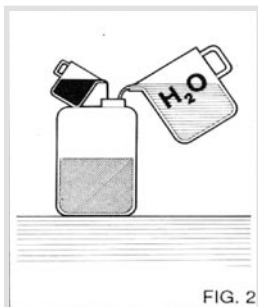
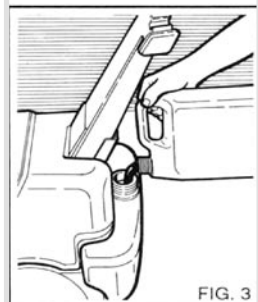

FIG. 2
FIG. 3
Выберите необходимое химическое средство и разведите его водой (рис.2.) в соответствии с инструкциями указанными на упаковке средства. Заполните бак полученным раствором (рис.3). Спрашивайте у дилера каталог химических средств в зависимости от вида мытья и типа обрабатываемой поверхности.
- 1) Откройте кран подачи воды (рис.3А)
- 5) Отключите установку от сети водоснабжения (рис. 3А)